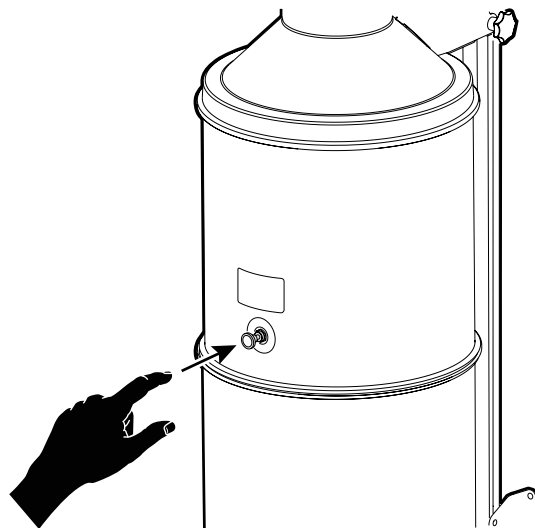

Fig. 7
5. Vérifiez que la vanne de soufflage s'ouvre et se ferme et effectuez un nettoyage manuel en appuyant sur la gâchette conformément à la **Fig. 7**.
Voir la **Fig. 7**.
2. Réalisez le nettoyage manuel à l'air comprimé en appuyant trois fois sur la gâchette, à un intervalle de dix secondes, conformément à la **Fig. 7**.